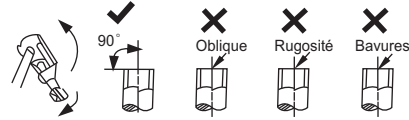

Figure 9 – Coupe du tuyau
2. Coupez le tuyau à 90 degrés (voir fig. 9) au moyen d'un coupe-tube.